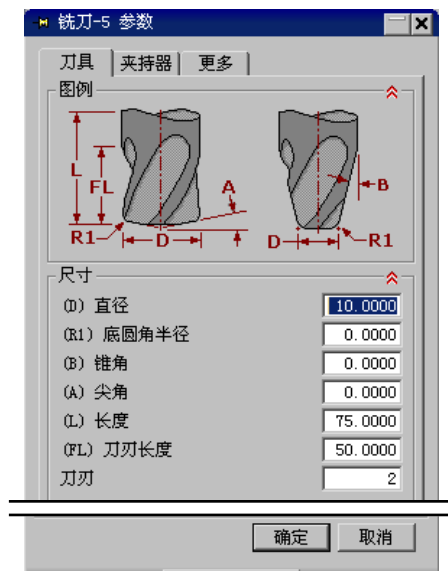

图 4.3.6 “铣刀-5 参数”对话框
Step3. 在“铣刀-5 参数”对话框中设置刀具参数, 结果如图 4.3.6 所示, 单击 **确定** 按钮, 完成刀具的创建。